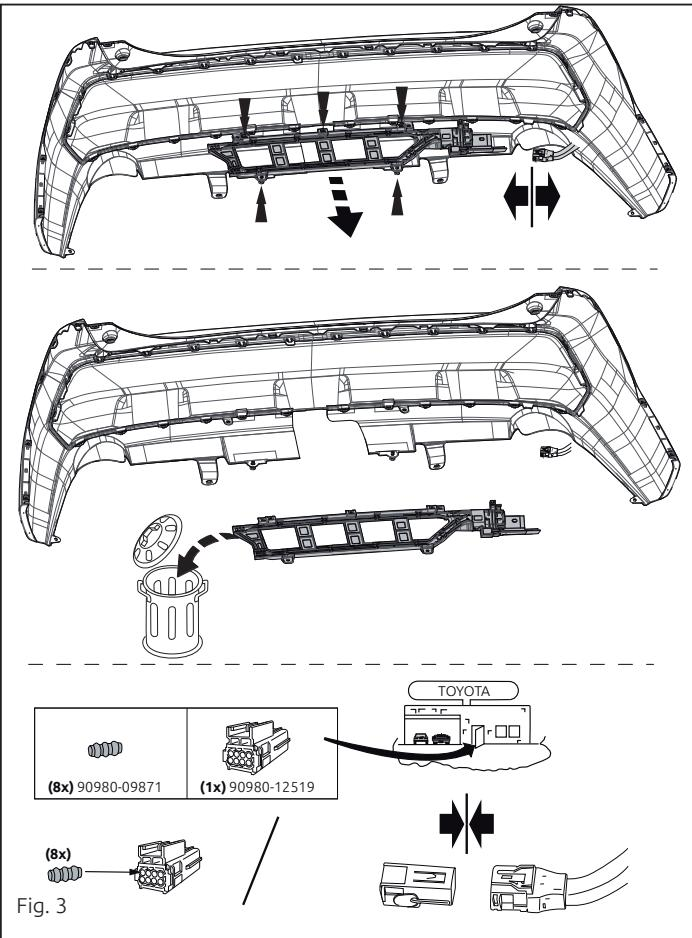

Fig. 3
- 11. **Внимание, если имеются:** Снять детали, указанные в рис. 3.